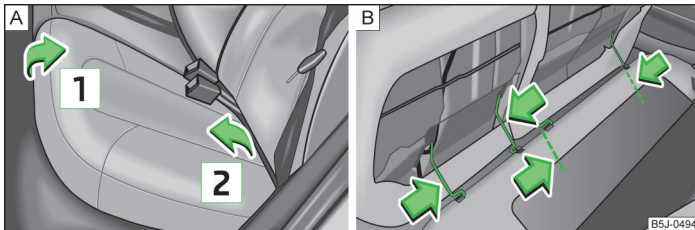

Abb. 41 Sitzfläche vorklappen und ausbauen
- › Sitzfläche in Pfeilrichtung **1** » Abb. 41 hochziehen und in Pfeilrichtung **2** vorklappen.
- › Die Drahtbügel in Pfeilrichtung » Abb. 41 - **B** drücken und die Sitzfläche aus der Halterung nehmen.
- › Die Drahtbügel in Pfeilrichtung » Abb. 41 - **B** drücken und diese in die Halterung einsetzen.